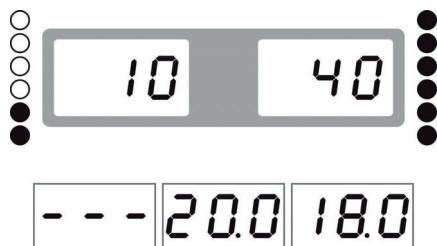

Abb. 14
- Bewegen Sie das Rad langsam gegen den Uhrzeigersinn, bis die rechte LED voll erleuchtet (Abb. 14)